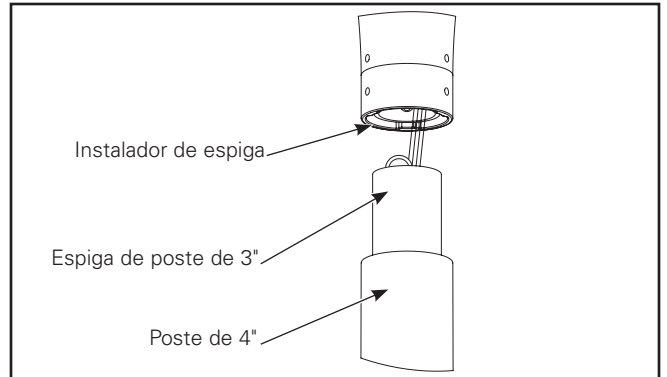

Figura 3.
4. Desliza el accesorio en la espiga. (Figura 3.)